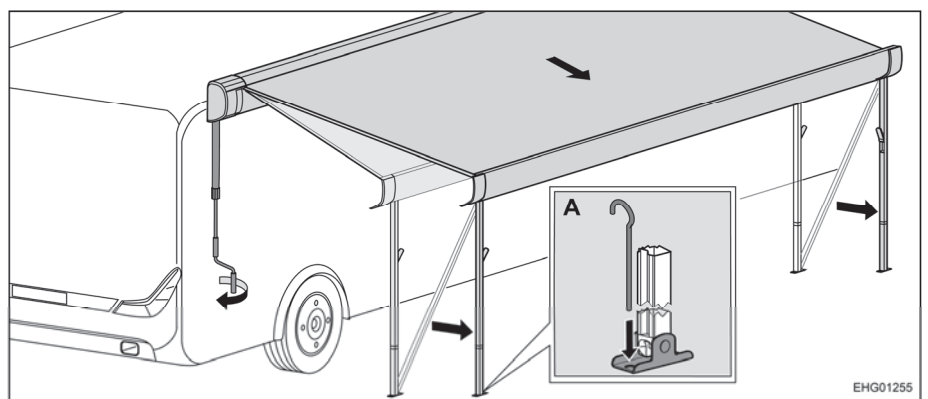

Fig. 51 Mover el toldillo a la posición final
- Fijar los pies de apoyo en el suelo usando piquetas (Fig. 51,A).